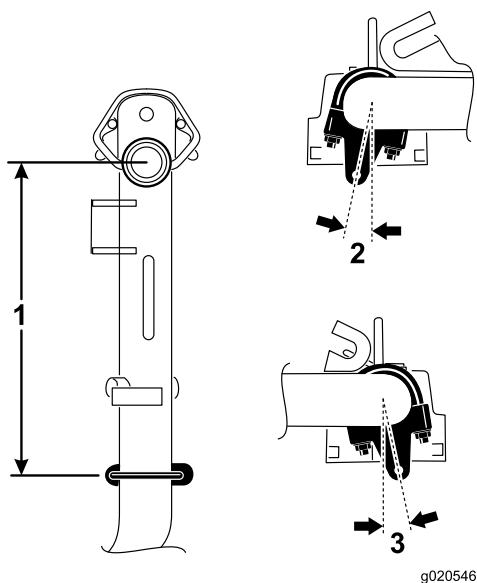

Figura 4
1. En los brazos de elevación 1, 4 y 5, posicione los soportes de las cadenas y los pernos en U a 38,1 cm por detrás de la línea central del pivote (Figura 4).
2. En los brazos de elevación 1 y 5, los soportes deben girarse hacia la derecha, a 10 grados de la vertical (Figura 4).
- En el brazo de elevación 4, el soporte debe girarse hacia la izquierda, a 10 grados de la vertical (Figura 4).